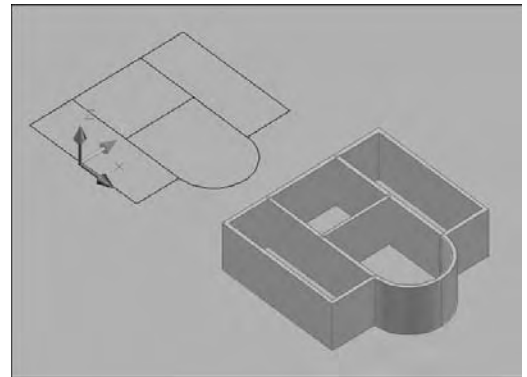

Fig.3.28
- 3] Sélectionnez une ligne, une polyligne 2D, un arc ou un cercle (fig.3.28).